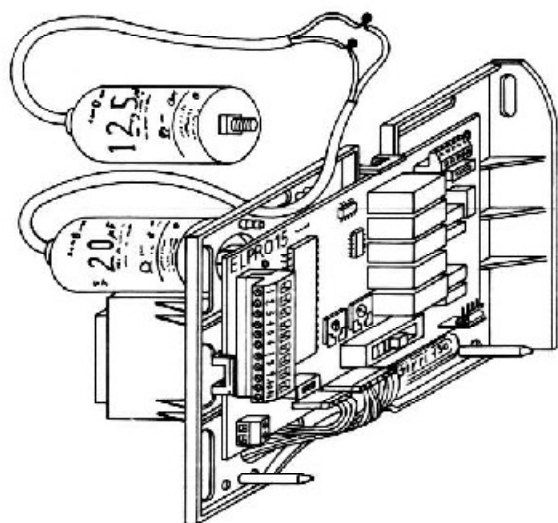

Fig.16
- En outre, si le moteur électrique manquait de puissance par suite d'une tension trop faible de l'alimentation électrique, ajouter un condensateur de 12,5 µF (Fig. 16).